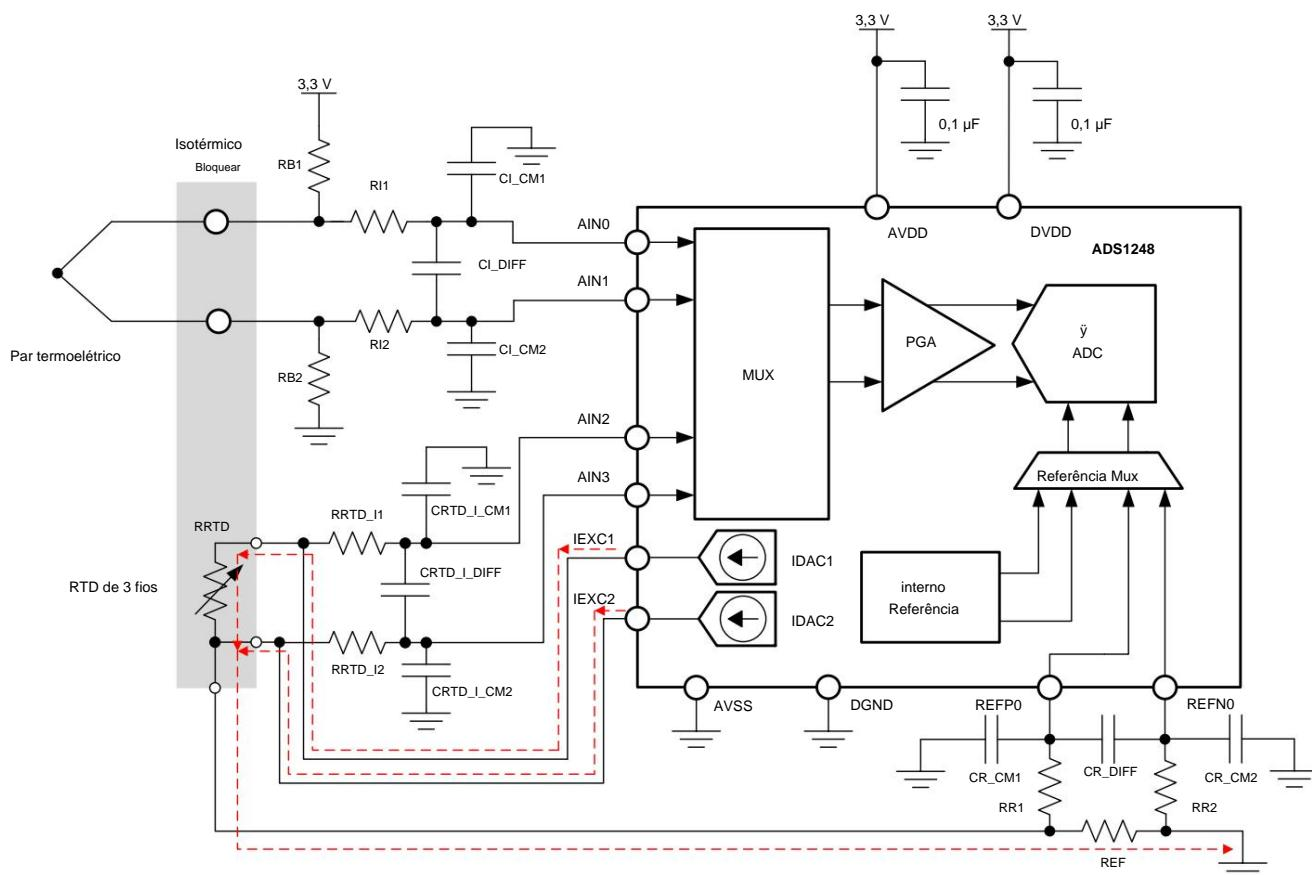

Figura 120. Sistema de medição de termopar usando o ADS1248
10.2.2 Medição por Termopar Tipo K (–200°C a +1250°C) com Compensação de Junção Fria A Figura 120